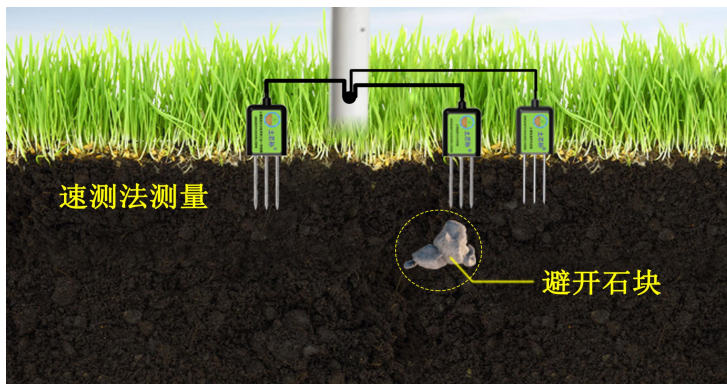
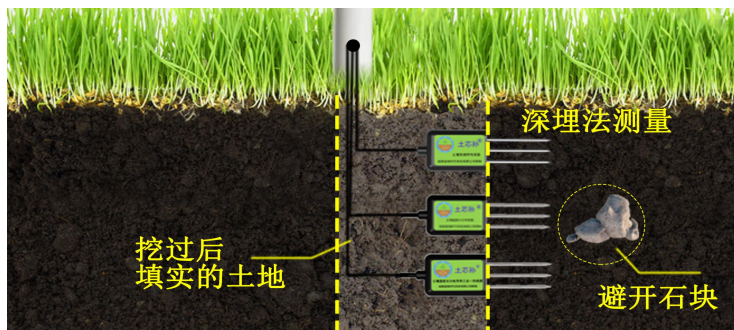

图 3-1
图 3-2
选定合适的测量地点,避开石块,确保钢针不会碰到坚硬的物体,按照所需测量深度抛开表层土,保持下面土壤原有的松紧程度,紧握传感器垂直插入土壤,插入时不可左右晃动,一个测点的小范围内建议多次测量求平均值。如图 3-1 所示。
垂直挖直径>20cm 的坑,在既定的深度将传感器钢针水平插入坑壁,将坑填埋严实,稳定一段时间后,即可进行连续数天,数月乃至更长时间的测量和记录。如图 3-2
7) 事先盘起的传感器放下，埋入传感器。（详见图 3-1 速测法和图 3-2 深埋法）